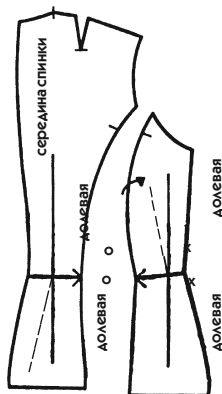

Рис. 334
Речь идет о модели (жакете или пиджаке) прилегающего силуэта с баской без шва по линии талии (рис. 334). Описываемый ниже прием годится для любой одежды подобного силуэта, на подкладке или без нее.
1. Копию лекала разрежьте, как на рис. 334, и на каждой части надпишите «жакет».
2. Как вы сделали в предыдущем примере, соедините линии талии переда и спинки, чтобы ликвидировать понижение (см. засечки X и O на рис. 334).
4. К каждой части приложите линейку по направлению долевой нити, которое надо сохранить, и продолжите ее цветным карандашом на противоположную часть (сплошные линии на рис. 334; прежние линии обозначены пунктиром).